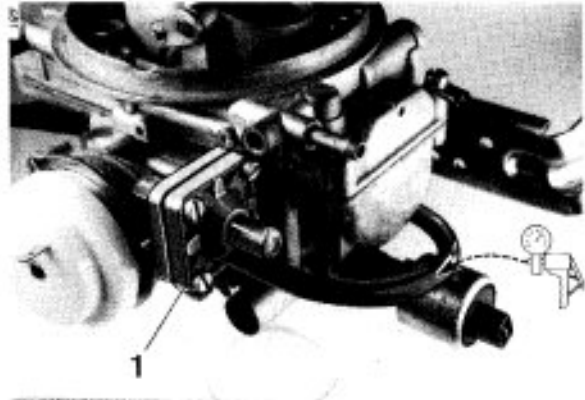

Bild 8
4.1 2B2 / 2B3 Vergaser (Bild 8)
- Druckdifferenz (ca. 400 mbar) in Pulldown-dose (1) herstellen.